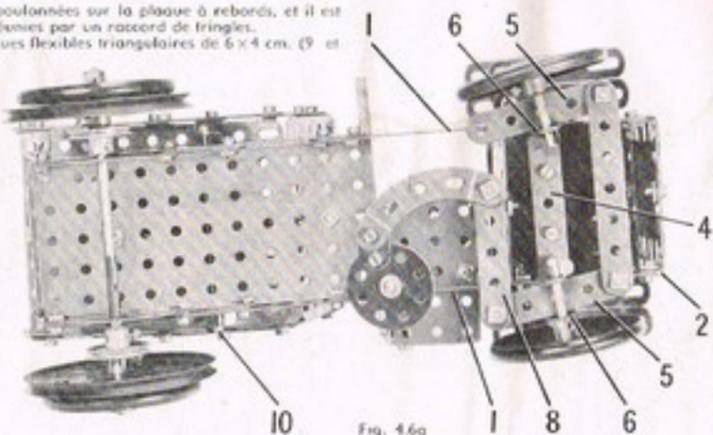

Fig. 4.6a
Une bande de 7 trous (4) (Fig. 4.6a) est boulonnée sur une bande coudée de 60x12 mm. fixée sur les bandes (1). Les bandes de 5 trous (5) passées dans les supports doubles (6) sont libres de pivoter sur des boulons de 9,5 mm., articulés sur la bande (4) par contre-écrous. Les bandes (5) sont réunies l'une à l'autre par une bande de 7 trous tenue par des boulons munis de contre-écrous. Deux roues d'auto sont bloquées sur des tringles de 4 cm. qui passent dans les supports doubles (6).